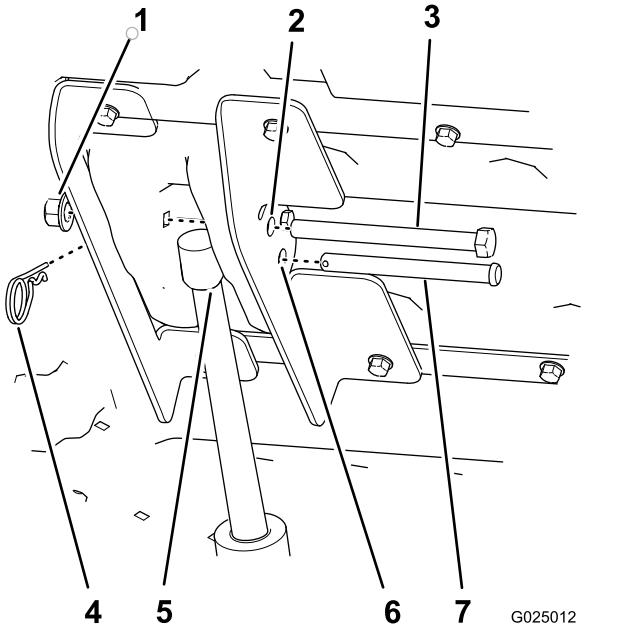

Figura 11
- Premete la paletta superiore dell'interruttore di sollevamento del pianale per allungare l'asta dell'attuatore di sollevamento in modo che il foro nell'asta stessa sia allineato con i fori nella staffa di sollevamento interna ed esterna (Figura 11).
- Fissate l'asta dell'attuatore di sollevamento alle staffe di sollevamento con il perno con testa (3 1/2") e la coppiglia (Figura 11).
- Allineate il bullone a testa esagonale (1/2" x 5 1/2") con gli altri fori da 12,7 mm nella staffa di sollevamento interna ed esterna (Figura 11) e fissatelo con un dado di bloccaggio (1/2") in modo che il dado sia bene inserito.
2. Rimuovete la coppia a forcina e il perno con testa che fissano l'asta dell'attuatore alla staffa di sollevamento interna ed esterna (Figura 11).
7. Abbassate il pianale e allineate l'attuatore di sollevamento alle staffe di sollevamento (Figura 11).
8. Fissate l'attuatore di sollevamento alle staffe di sollevamento per mezzo del perno con testa e della coppia (Figura 11).